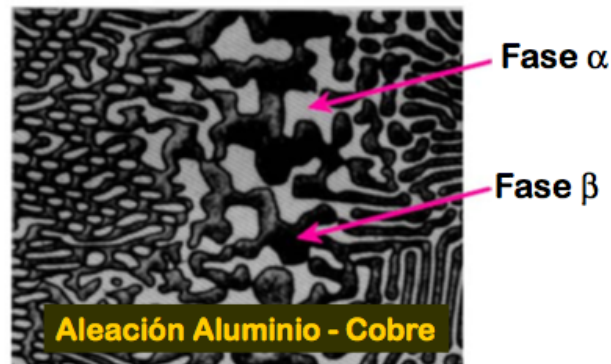

Ilustración 1 Aleación aluminio - cobre
- **Microestructura:** las propiedades de una aleación no dependen sólo de las proporciones de las fases sino además de cómo están acomodadas a nivel microscópico. Ello constituye la microestructura de la aleación. La microestructura queda definida por (1) el número de fases, (2) sus proporciones y (3) su arreglo en el espacio. (Ver ilustración 1)